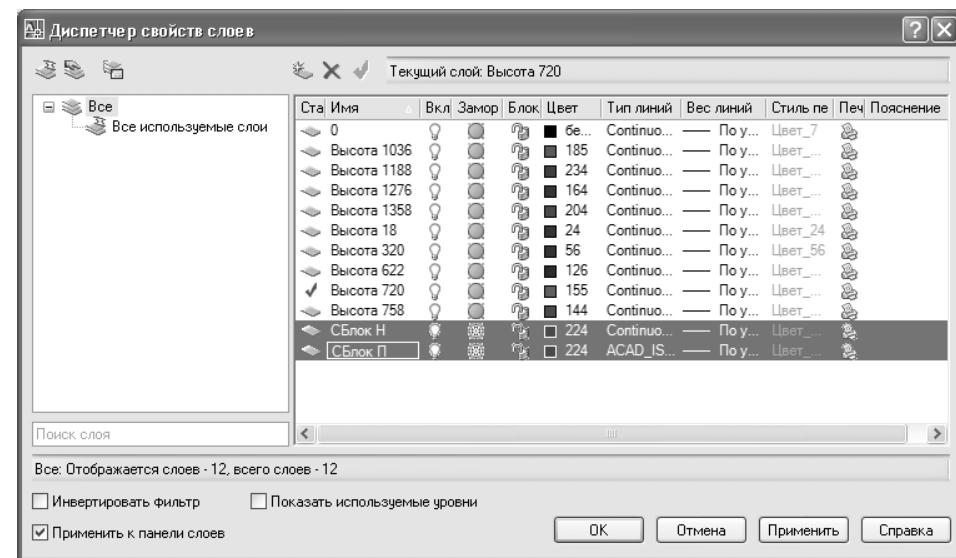

Рис. 6.18 ▼ Пиктограмма «снежинки» в свойствах слоя говорит о том, что слой заморожен
- Щелкните на кнопке **Диспетчер свойств слоев** (Layer Properties Manager) панели инструментов **Слои** (Layers) или выберите из меню команду **Формат ⇒ Слой** (Format ⇒ Layer) либо введите в командном окне **Слой** (LAYER) или просто **сл** (LA). В открывшемся окне **Диспетчер свойств слоев** (Layer Properties Manager) вы увидите перечень всех слоев, причем отсортированный не в порядке их создания, а по алфавиту.
- Щелкните на «солнышке» в любой из двух выделенных строк. «Солнышки» исчезнут, а вместо них появятся «снежинки» (рис. 6.18).